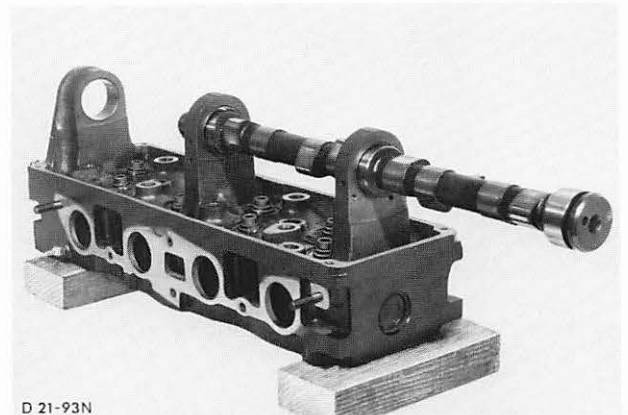

Abb. 227 Nockenwelle einbauen
12. Nockenwelle vorsichtig vom hinteren Lager her einbauen, Abb. 227. Halteplatte anschrauben und Axialspiel-Nockenwelle mit einer Tastuhr messen (siehe Techn. Daten).